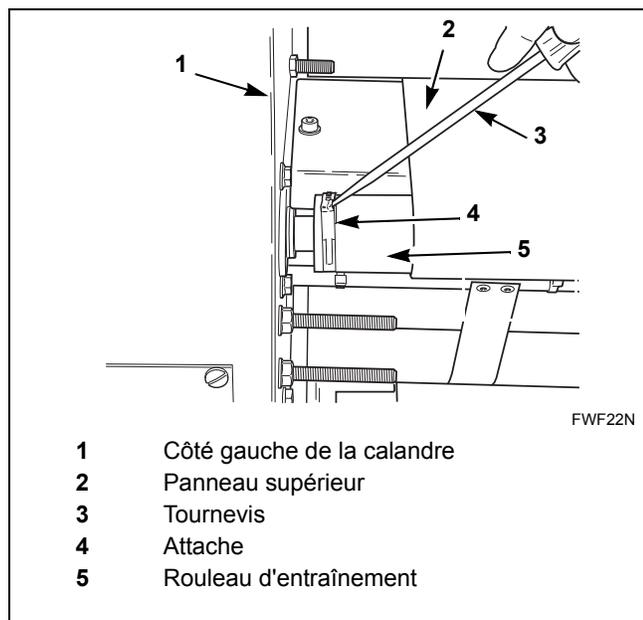

Figure 28
1. À l'aide d'un tournevis standard, ouvrir l'attache à l'extrémité gauche du rouleau d'entraînement. Se reporter à la *Figure 28*.